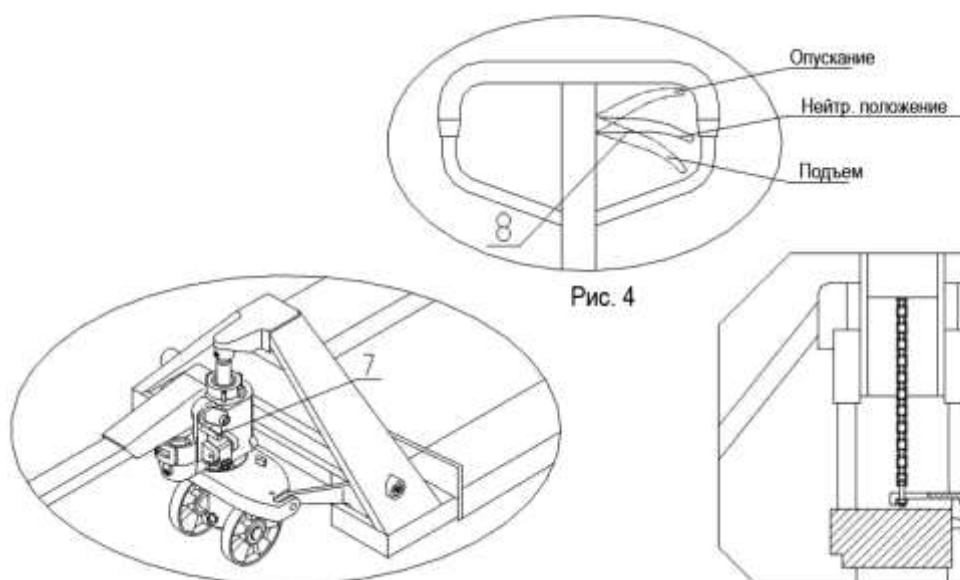

Рис. 4
• Покачайте рычаг и проверьте работу функций подъема, опускания в соответствующих положениях рукоятки (8). См. рис. 4. Проверьте нейтральное положение рукоятки.
- См. рис. 4. Для взвешивания и транспортировки груза рукоятка (8) должна быть установлена в положение опускания. После опускания введите вилы в поддон и установите рукоятку (8) в положение подъема, поднимите вилы (качанием рычага).
- Во время транспортировки груза рукоятка (8) должна находиться в нейтральном положении.